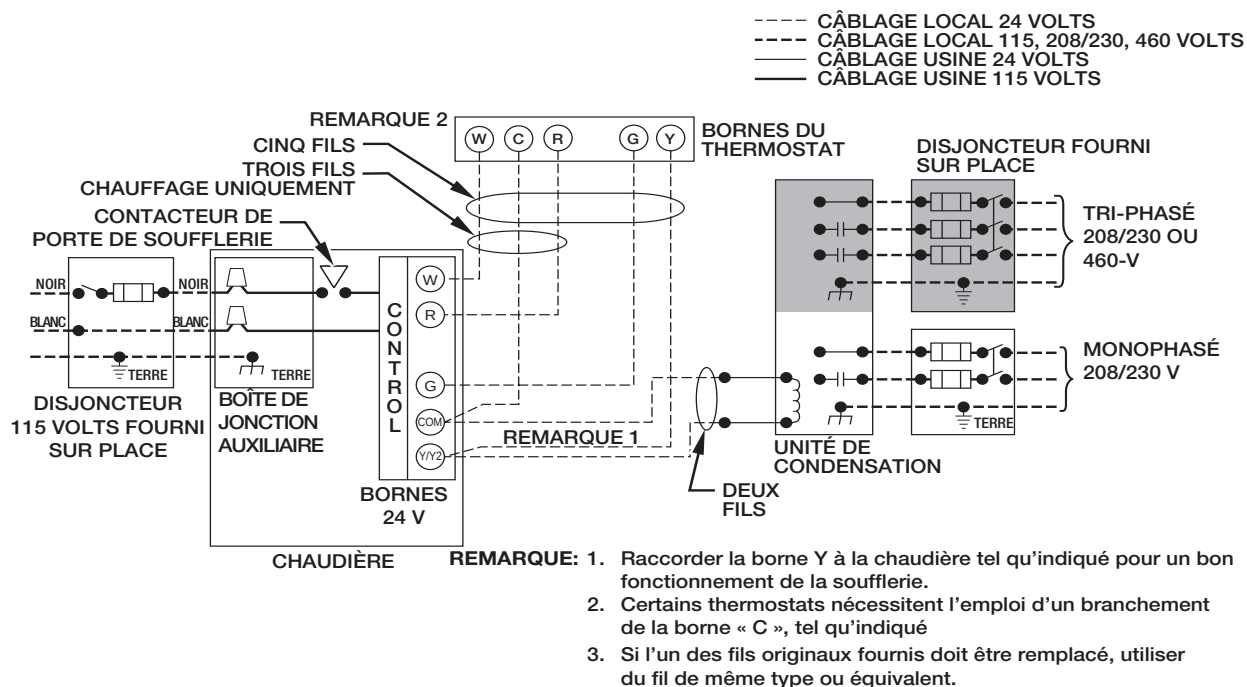

Fig. 34 - Schéma de câblage typique pour système à étage unique
Voir la Fig. 34 pour obtenir un schéma de câblage illustrant un câblage local type de 115 V. Vérifier que tous les branchements électriques effectués en usine ou sur place sont bien serrés.
7. Brancher le neutre et la phase sur les bornes d'alimentation électrique de la chaudière, comme illustré à la Fig. 34.
6. Brancher la phase et le neutre sur les bornes d'alimentation électrique de la chaudière, comme illustré dans la Fig. 34.
5. Brancher le neutre et la phase sur les bornes d'alimentation électrique de la chaudière, comme illustré à la Fig. 34.
Effectuer les branchements 24 V sur site sur la série de bornes de raccordement 24 V. Voir la Fig. 35. Brancher la borne Y/Y2 comme illustré à la Fig. 34 pour un bon fonctionnement de la climatisation. N'utiliser que du fil de thermostat en cuivre de calibre AWG 18, codé par couleur.